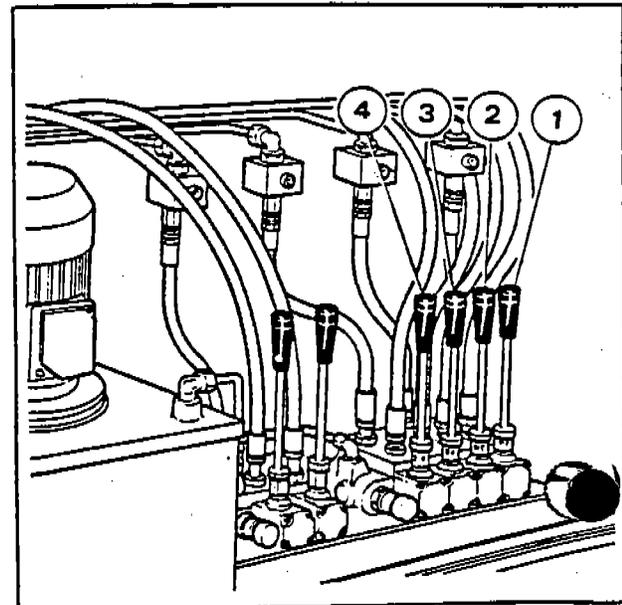
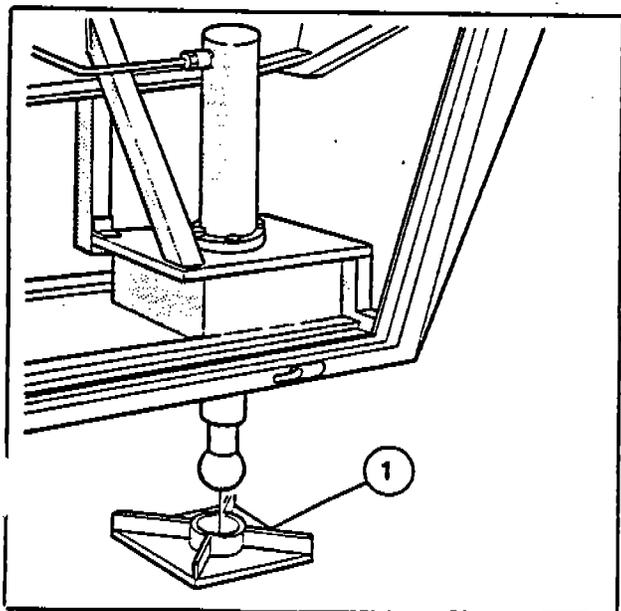

Fig. 4
Fig. 5
- a) Posizionare la piastra (1-Fig. 5) di appoggio sotto lo stelo del cilindro stabilizzatore, facendo attenzione che sede stelo sulla piastra e stelo, siano centrati.
- b) Lift the trailer hydraulically, with the handles as per Fig. 4:
b) Sollevare il carro, azionando le leve distributore (Fig. 4):
c) Con una bolla di precisione, controllare il livellamento e se necessario, livellare il carro agendo sulle leve (Fig. 4) dei martinetti stabilizzatori (Fig. 5), fino a portarlo in posizione perfettamente orizzontale.
- a) Place support plate (1-Fig. 5) under the stabilizing cylinder stem, paying attention that stem seat on plate and stem are aligned.
- b) Lift the carriage, by activating distributor levers (Fig. 4):
- c) Using a spirit level, check for correct leveling; if necessary level the carriage by means of jack arms (Fig. 5) levers (Fig. 4), until reaching the horizontal position.
- b) Sollevare il carro, azionando le leve distributore (Fig. 4):
- c) Con una bolla di precisione controllare il livellamento e se necessario, livellare il carro agendo sulle leve (Fig. 4) dei martinetti stabilizzatori (Fig. 5), fino a portarlo in posizione perfettamente orizzontale.